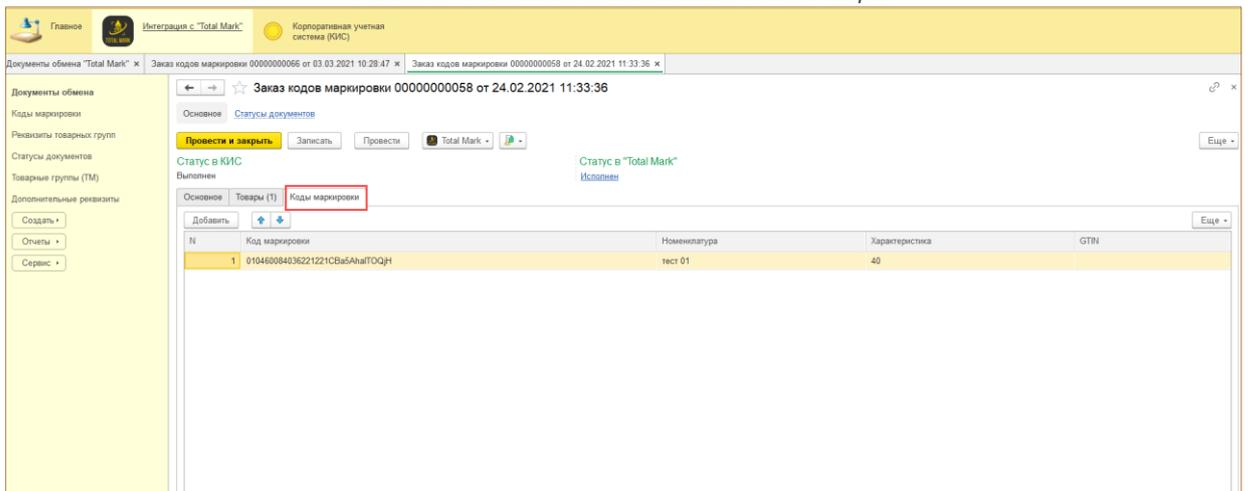

Рис. 7-10 - Получение КМ в КИС
14. После того, как Документ обмена в КИС приобретает статус «Готов к загрузке», следует получение кодов маркировки из 1С: Total Mark из документа «Групповой заказ кодов маркировки». В следствие чего статус Заказ КМ изменяется на «Выполнен», а коды маркировки отобразятся на соответствующей вкладке документа (Рис. 7-10).